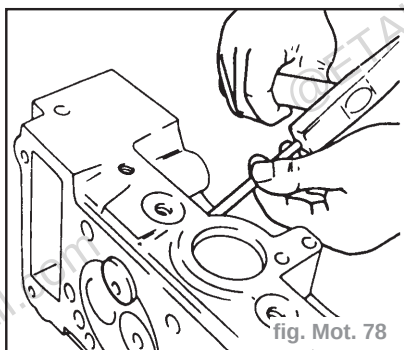

fig. Mot. 78
- Si les chambres de turbulence coïncident, les chasser à l'aide d'un mandrin en métal doux de **6,5 mm** de diamètre max. (fig. Mot. 78).